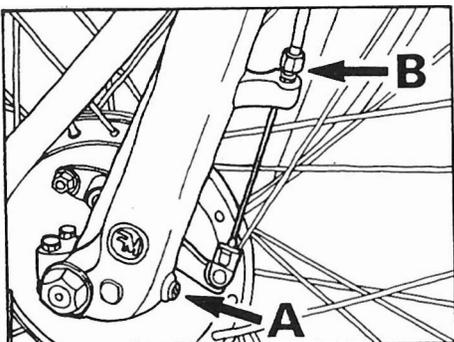

Fig. 21 - Viti scarico olio.
Se, compiuta l'operazione di registro il gioco della leva rimane eccessivo agire allo stesso modo sul regolafilo situato sulla gamba forcella (B Fig. 21).
- Svitare le viti di scarico sui foderi (A fig. 21) e fare defluire l'olio.